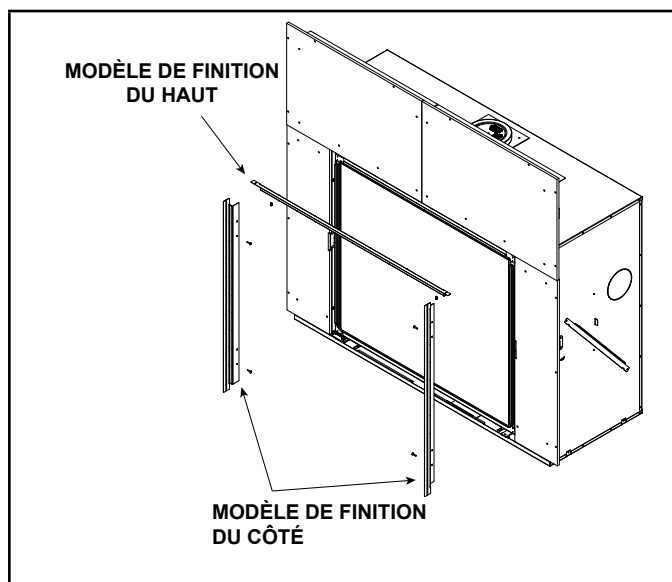

Figure 10.4 Emplacement des modèles de finition du sommet et de côté
2. Placez les quatre douilles taraudées sur le bord intérieur du foyer et fixez les modèles latéraux avec le tournevis à tête cruciforme fourni. Voir la figure 10.4.